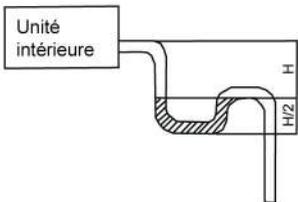

Fig.24
- (4). Lorsque le tuyau d'évacuation ne peut pas être maintenu à une certaine inclinaison, il est nécessaire d'installer un tuyau montant (fourni).
- (5). Si le débit d'air de l'unité intérieure est élevé, cela peut causer une pression négative et provoquer une reprise de l'air extérieur. Par conséquent, un siphon doit être installé sur le côté de l'évacuation de chaque unité intérieure (Fig.24)
- (6). Installez un séparateur d'eau pour chaque unité.
- (7). Lors de l'installation du séparateur d'eau, veillez à faciliter ses futurs nettoyages.